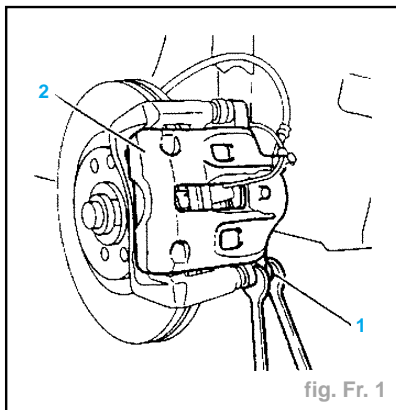

fig. Fr. 1
- Déposer la vis (1) de fixation inférieure en maintenant le guide (fig. Fr. 1).
- Reposer une vis (1) neuve (pré-enduite de frein filet) (fig. Fr. 1).